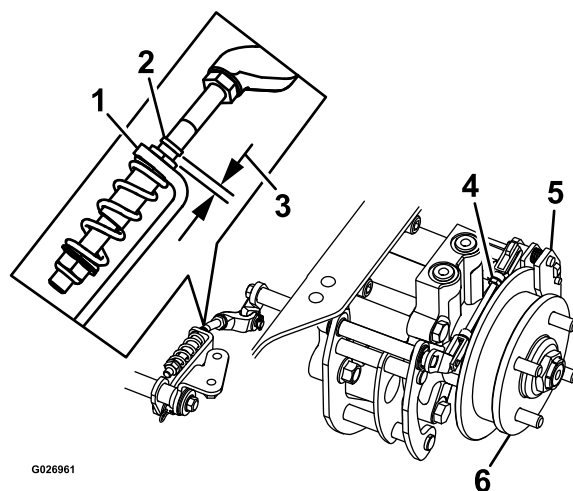

Figura 70
8. Controllate la presenza di uno spazio visibile tra la staffa a L e il fermo del tirante (Figura 70).